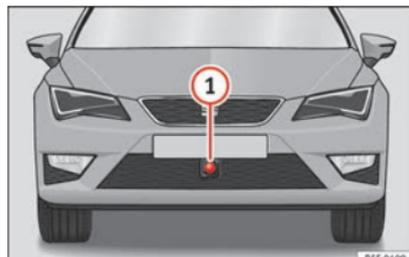

Fig. 159 En el paragolpes delantero: sensor de radar.
En el paragolpes delantero va montado un sensor de radar para captar la situación del tráfico  fig. 159 ①. Este sensor permite detectar vehículos que circulen por delante a una distancia de hasta 120 m aproximadamente.